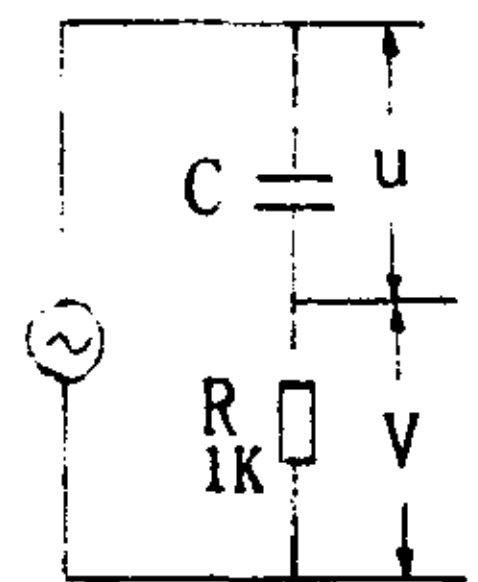

图 1 CR 电路图
(1)将电容与 1K 电阻串联起来,接到低信号发生器上(见图 1),调节信号发生器的频率,使其输出 1000Hz 的信号(为提高测量的准确性,可用示波器对该频率进行校正)。